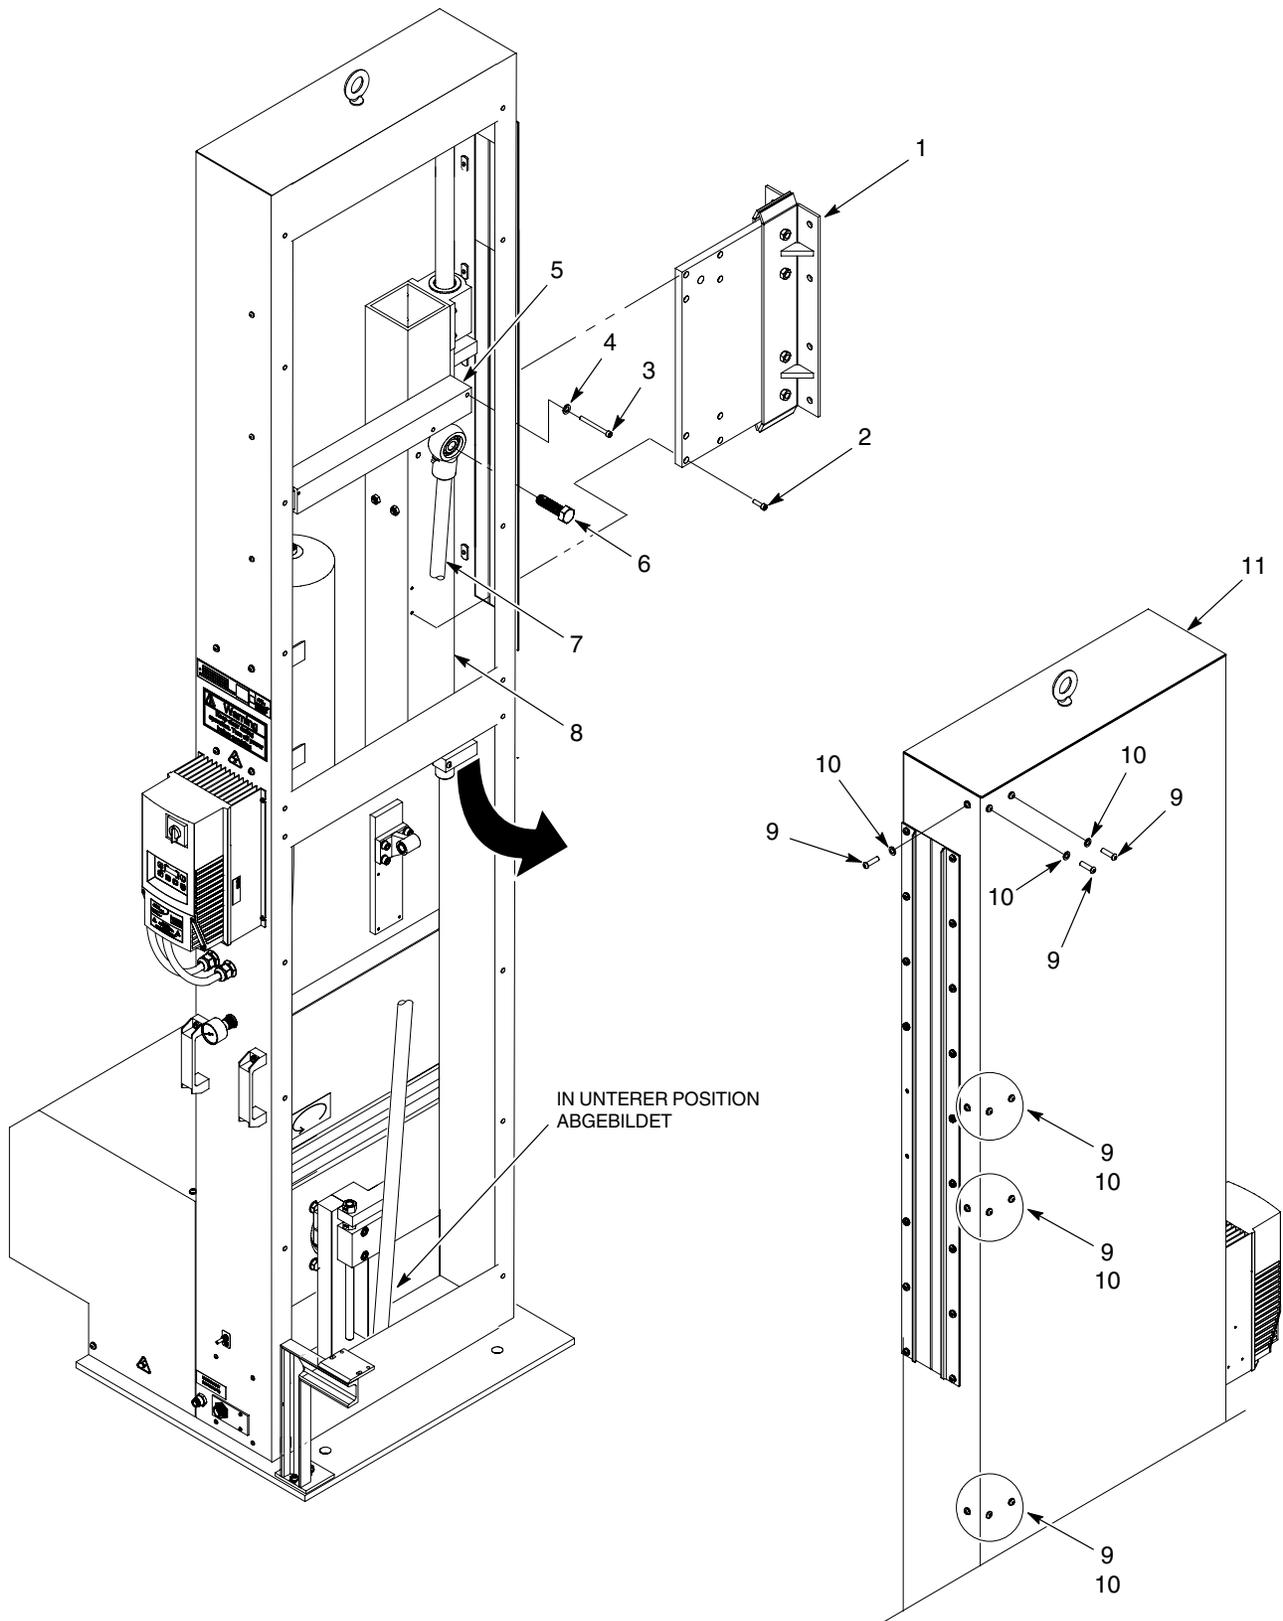

Abb. 16 Lagerbaugruppe abnehmen
1. Siehe Abbildung 16. Die Schrauben (3) und Sicherungsscheiben (4) abnehmen, mit denen die Stabilisierungsstange (5) am Halterohr des Lagers (8) befestigt ist. Stabilisierungsstange entfernen.